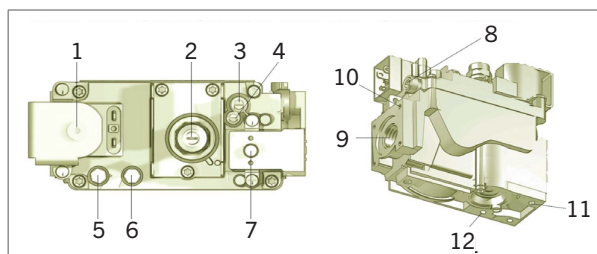

Figure 25 - Composants majeurs de la vanne de gaz HR80 - 120
La vanne de gaz comporte deux vis de réglage (figure 25) :
**DANGER !** Mesurer systématiquement la production d'oxyde de carbone de l'aérotherme. Une concentration de CO anormalement élevée indique généralement un mélange de gaz trop riche. Si nécessaire ajuster la richesse du mélange à l'aide des deux réglages (figure 25). La concentration de CO doit toujours être inférieure à 100 ppm.